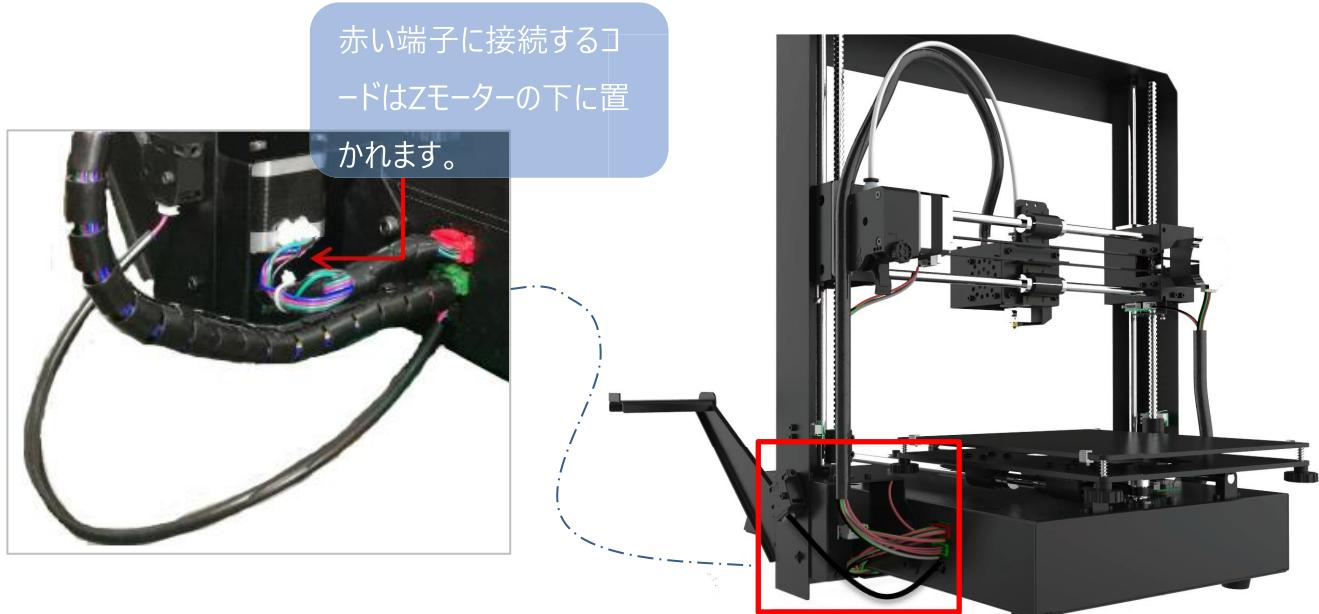

図 4
(2) 図4のように、ベースの右側には赤、緑、黒、3つの端子があります。同じ色の端子を接続してください。黒端子のコードの向こうをフィラメント切れ検出スイッチの下に接続します。端子の中のピンが曲がらないように注意してください。接触不良を避けるためしっかりと差しこんでください。